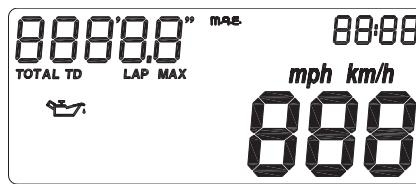

Fig. 16
- III^ pagina (ad ogni accensione dello strumento): **Check di tutti i segmenti dell'lcd per circa 3 sec.** (fig. 16).
- 3rd page (every time the instrument is switched on): **Check of all lcd segments for approx. 3 seconds** (fig. 16).